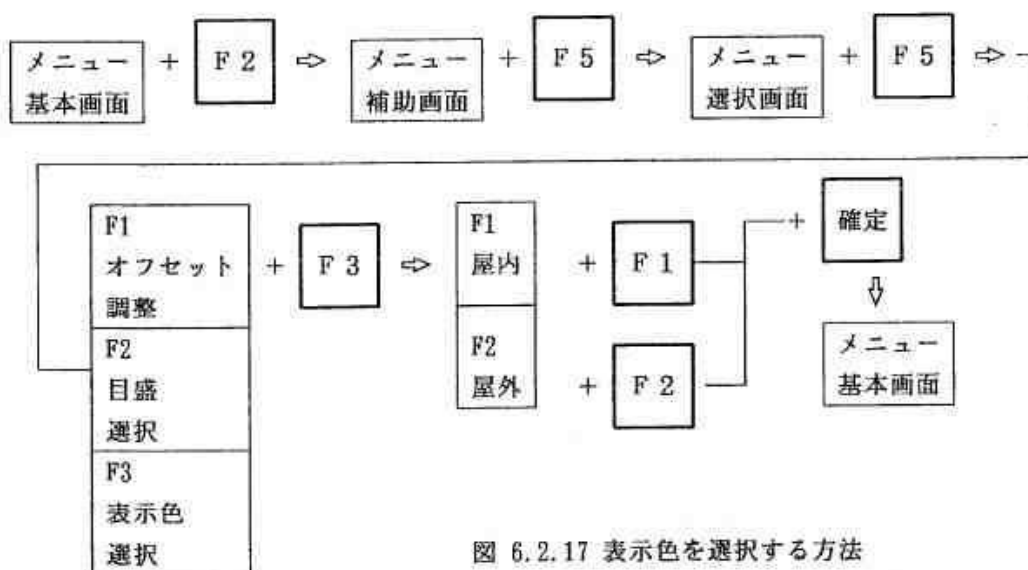

図 6.2.17 表示色を選択する方法
〔表示色の選択手順〕（図 6.2.17 参照）
- ① 選択キー〔F2〕を1回押すとメニューエリアにメニュー補助画面が表示されます。
- ② 選択キー〔F5〕を1回押すとメニューエリアに選択メニューが表示されます。
- ③ 更に、選択キー〔F5〕を1回押すとメニューエリアには図 6.2.17 に示す選択メニューが表示されます。
- ④ 選択キー〔F3〕を1回押すとメニューエリアには表示色選択メニューが表示されます。
- ⑤ 選択キー〔F1〕を1回押すと、〔屋内〕が選択されが、選択キー〔F2〕を1回押すと、〔屋外〕が選択されます。
- ⑥ 選択後に確定キーを1回押すと、選択した表示色が設定されて図 6.2.17 に示したように、メニューエリアはメニュー基本画面に戻ります。